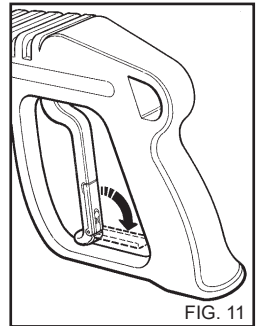

FIG. 11
- Når højtrykssenseren ikke anvendes, skal håndtagets sikkerhedsanordning (fig. 11) slukkes.